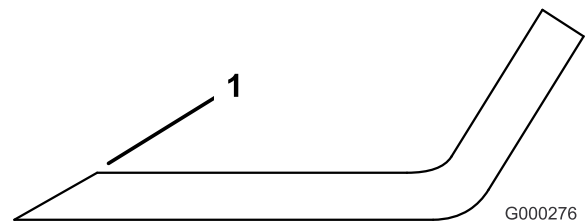

Bild 102
3. Untersuchen Sie die Schnittkanten aller Messer. Schärfen Sie alle stumpfen und ausgekerbten Schnittkanten. Schärfen Sie nur die Oberseite der Schnittkanten und behalten dabei den ursprünglichen Schnittwinkel bei, um die Schärfe des Messers zu gewährleisten (Bild 102). Das Schnittmesser behält seine Auswuchtung bei, wenn von beiden Schnittkanten die gleiche Materialmenge entfernt wird.
Wenn sich das Messer abwetzen kann, bildet sich ein Schlitz zwischen dem Windflügel und dem flachen Teil des Messers (Bild 102). Zuletzt kann sich ein Stück des Messers lösen und aus dem Gehäuse herausgeschleudert werden. Das kann zu schweren Verletzungen bei Ihnen selbst und Unbeteiligten führen.